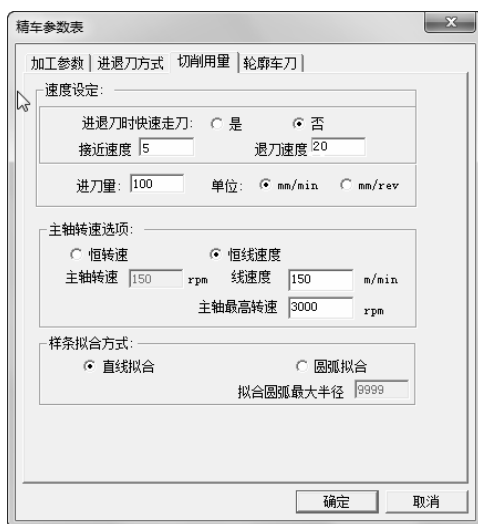

图 6-81 精车外圆切削用量参数设定
3) 单击“切削用量”选项卡，如图 6-81 所示。设置切削用量具体参数如下：进退刀时快速走刀：否；接近速度：5，退刀速度：20；进刀量：100，单位 mm/min；主轴转速选项：恒线速度；线速度：150；主轴最高转速：3000；样条拟合方式：直线拟合。